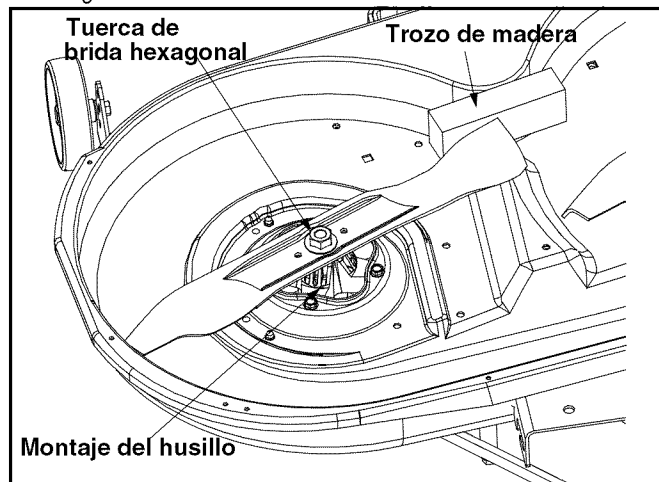

Figura 16
- Coloque un trozo de madera entre el deflector de la caja central de la cubierta y la cuchilla de corte, para que actúe como estabilizador. Vea la Figura 16.
- Utilice una llave de 15/16" para extraer la tuerca de brida hexagonal que fija la cuchilla al montaje del husillo. Vea la Figura 16.